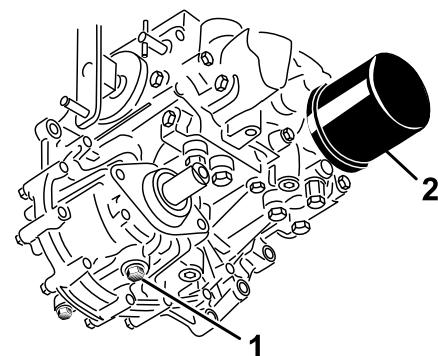

Figura 50
3. Coloque un recipiente grande debajo del depósito de aceite hidráulico y el alojamiento de la transmisión y retire los tapones; deje que se vacíe todo el aceite hidráulico (Figura 50).
4. Limpie la zona alrededor del filtro de aceite hidráulico y retire el filtro (Figura 50).